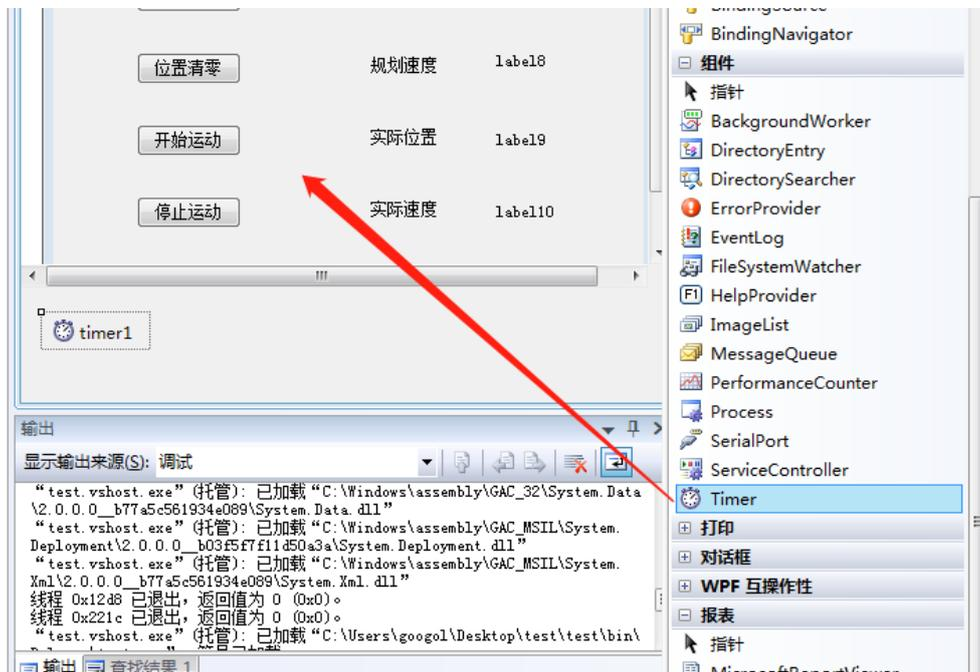

图 33
10、为控件编辑代码：再到工具箱 - “组件”，将“Timer”控件拖放至界面如图33所示，双击界面下方“timer1”跳转至编程界面，输入如图34所示代码。依次双击“初始化”、“清除状态”、“伺服使能”、“位置清零”、“开始运动”、“停止运动”按钮，添加如图35-40所示代码